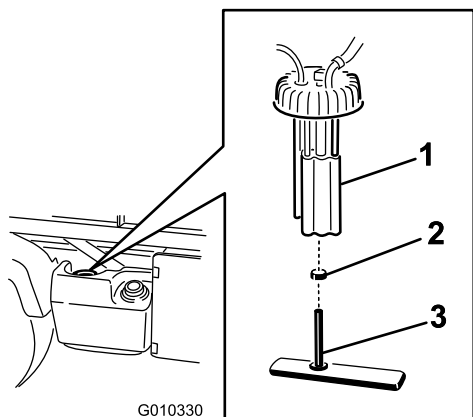

Рисунок 56
2. Отсоедините разъемы жгута проводов от топливного насоса (Рисунок 56).
3. Ослабьте зажим шланга и отсоедините топливный трубопровод от крышки топливного насоса (Рисунок 56).
4. Снимите крышку топливного насоса с верхней части топливного бака (Рисунок 56).
5. Извлеките из топливного бака узел топливного насоса и топливный фильтр (Рисунок 56).
7. Отсоедините шланг от штуцера (Рисунок 56).